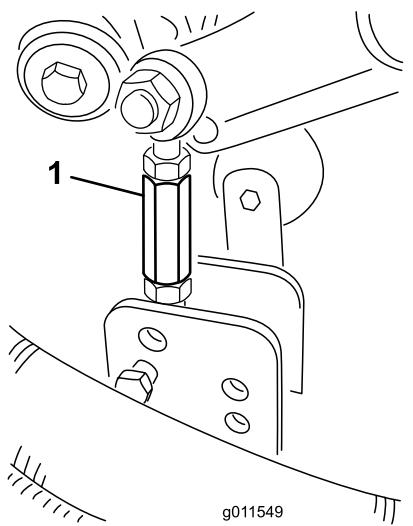

Figura 24
9. Togliete le coppiglie ed i perni con testa che fissano le connessioni dell'ammortizzatore alle staffe del piatto di taglio (Figura 24).